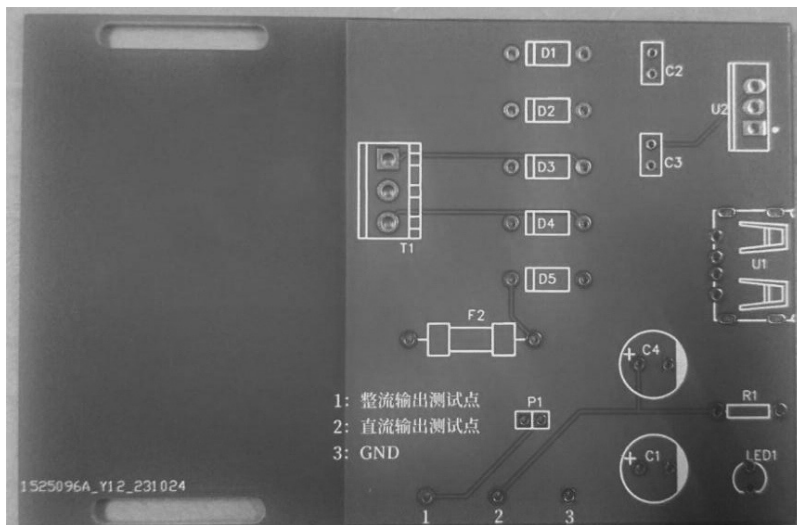

图 1-4 手机充电器 PCB 板实物图
②检查元器件。元器件的选型及检测需先对元器件进行选配,保证元器件的完好性;每组对所选配元器件进行一一检查核对;印制电路板(Printed Circuit Board, PCB)装配前也需进行检测。
③PCB板的焊接装配。元器件安装顺序遵循先小后大、先低后高、先里后外的原则。注意元器件的正负极,比如二极管的正负极性,电解电容的正负极性,三端稳压芯片的方向等。手机充电器PCB板实物图如图 1-4 所示。
①检查电路。任何组装好的电子电路,在通电调试之前,必须认真检查电路连线是否有错误。对照电路图,按一定的顺序逐级对应检查。特别要注意检查电源是否接错,电源与地是否有短路,二极管方向和电解电容的极性是否接反,集成电路和晶体管的引脚是否接错,轻轻拔一拔元器件,观察焊点是否牢固,等等。
②通电观察。一定要调试好所需要的电源电压数值,并确定电路板电源端无短路现象后,才能给电路接通电源。电源一经接通,不要急于用仪器观测波形和数据,而是要观察是否有异常现象,如冒烟、异常气味、放电的声光、元器件发烫等。如果有,不要惊慌失措,应立